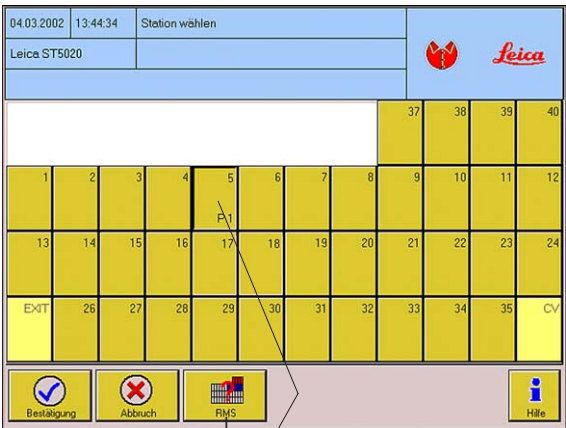

Abb. 58
- Die Taste **STATION** in der Überschrift-Zeile antippen, das Menü **STATION WÄHLEN** erscheint (Abb. 58).
- Mit der Taste **RMS** kann das RMS-Protokoll aufgerufen werden (Abb. 58). Dies ist eine Tabelle, die über die aktuelle Konfiguration (welches Reagenz ist in welcher Station) informiert. Siehe auch Kapitel 5.4.7 RMS.